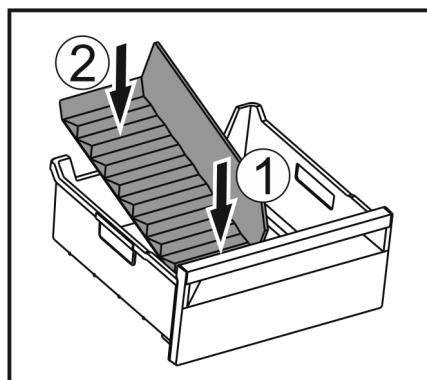

Fig. 196
- ▶ Поставете предната част на разделителя на отделението за лед. Fig. 196 (1)
- ▶ Спуснете задната част на разделителя на отделението за лед до дъното на чекмеджето. Fig. 196 (2)